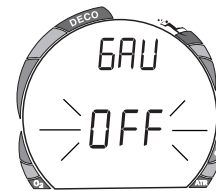

Fig. 46 - Digital Tiefenmesser
- Die Anzeigen **GAU** und **OFF** (bzw. ON) blinken (Abb. 46).